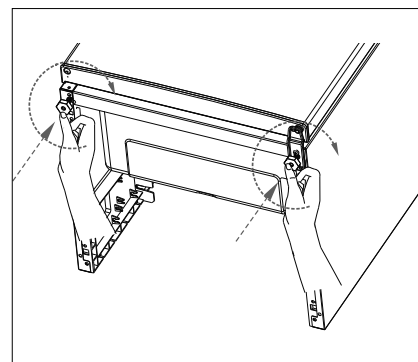

Abb. 13
- ▶ Drehen Sie beide Gerätefüße (7) im Uhrzeigersinn hinein (Abb. 13).